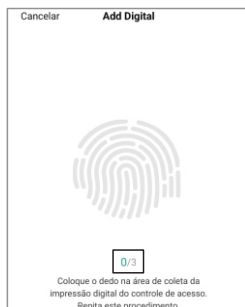

Figura 20
7. Coloque o dedo registrado no leitor de digital conforme indicado pelo aplicativo e remova-o por três vezes (figura 20).